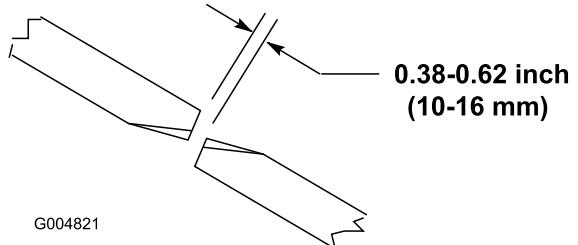

Figure 28
Pour que le plateau de coupe fonctionne correctement, les pointes des lames des plateaux latéraux et du plateau central doivent être espacées de 10 à 16 mm (Figure 28).
2. Tournez une lame centrale et une lame latérale adjacente pour aligner les pointes des lames. Mesurez la distance entre les pointes des lames ; elle doit être d'environ 10 à 16 mm (Figure 28).